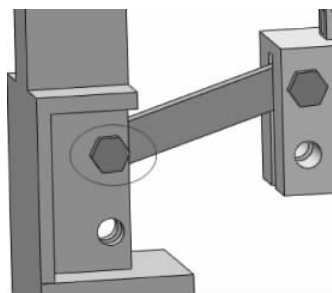

图 3-113 插入螺栓并添加配合
(8) 继续添加配件【螺栓】,并添加和前一个螺栓同样的同轴心和重合配合约束,使得此处添加的螺栓和连杆螺纹孔同轴心,并且螺栓的端面 and 夹具外表面重合,如图 3-113 所示。